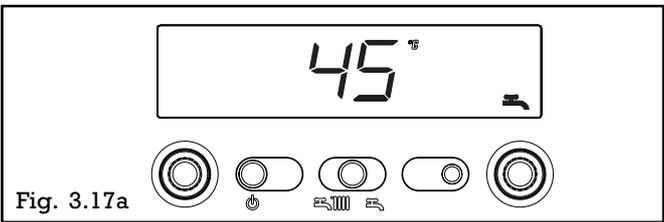

Fig. 3.17a
- Info 4** affiche la consigne de température sanitaire (uniquement avec ballon régulé par sonde, fig. 3.17a)